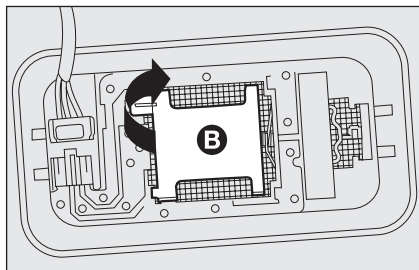

fig. 26
- abra a tampa **B**-fig. 26 como indicado;